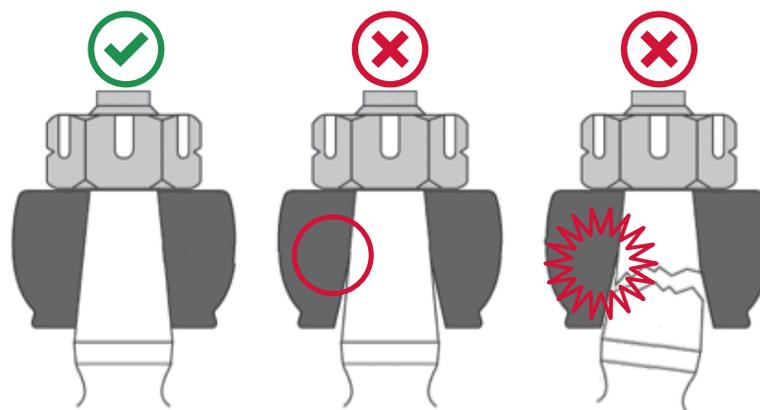

Figure 1
- Si on découvre un goujon de joint à rotule cassé, plié ou desserré, on joint remplacer la fusée. En cas de déformation, de faux rond ou d'endommagement des surfaces de contact coniques de la fusée d'essieu, celle-ci doit être remplacée. **Voir la figure 1.**